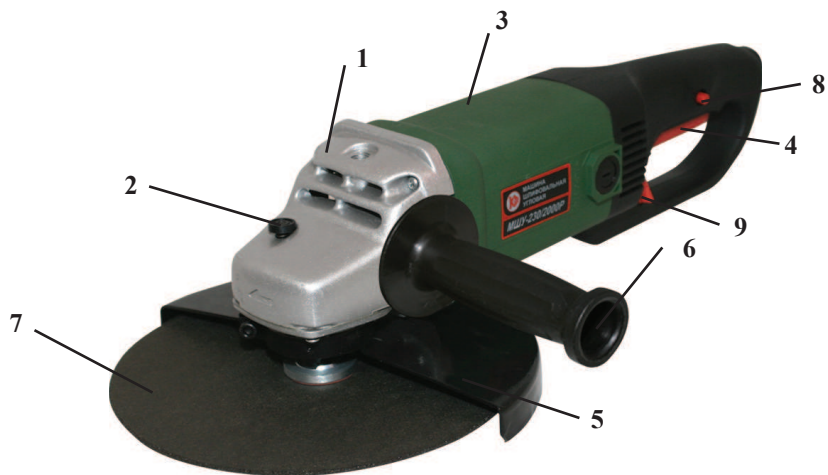

рис. 1
4.1 Общий вид шлифмашины схематично представлен на рис.1